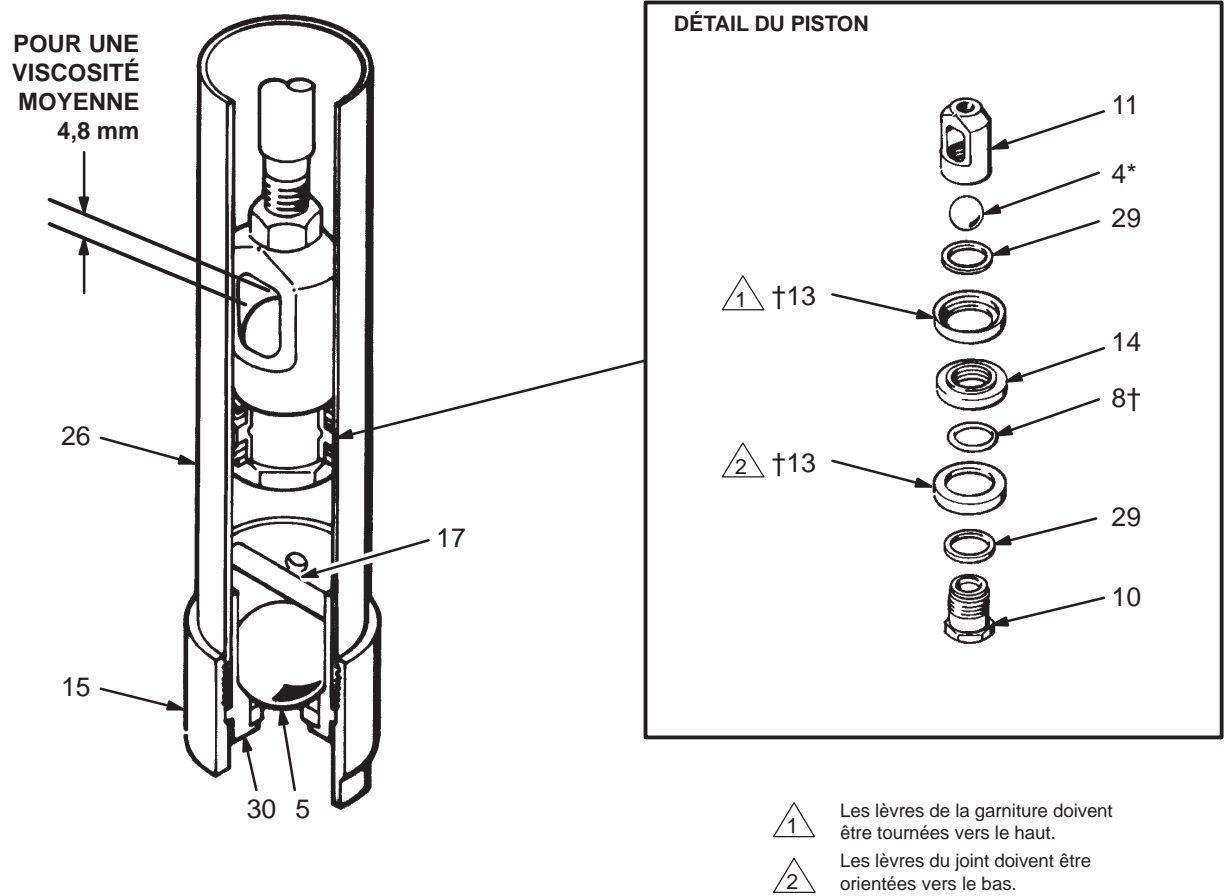

Fig. 4
2. Dévisser le clapet antiretour (15). Démontez le siège du clapet (30), la broche (17) et la bille (5). Voir Fig. 4.
5. Dévisser l'écrou d'accouplement (25) et faire passer le piston à travers le fond du cylindre.
6. Tenir le corps du piston (11) avec une clé et dévisser le siège du piston (10) hors du corps.
8. Monter une rondelle (29), un joint (13†), un joint torique (8†), une entretoise (14), un joint (13†) et une rondelle (29) sur le siège du piston (10). Voir les détails du piston sur la Fig. 4 pour voir le sens de montage de ces pièces.
9. Placer la bille (4) sur le siège du clapet de piston (10) et visser le siège dans le corps du piston (11).
10. Contrôler la course de la bille du piston. Pour un fluide de viscosité moyenne, l'espacement doit être de 4,8 mm. Voir Fig. 4. Voir aussi Réglage du clapet antiretour à la page 10.